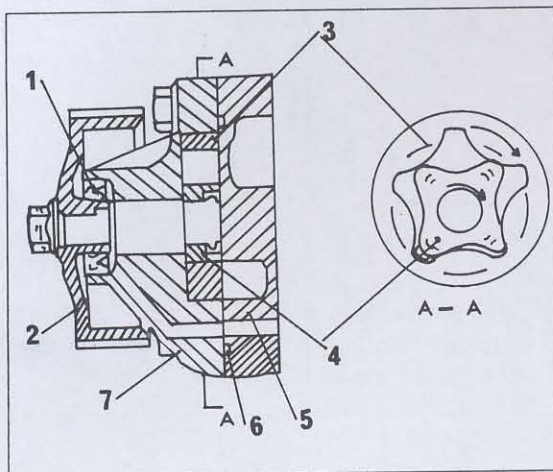

Bild 145
- Den inneren Läufer in den äusseren Läufer einsetzen, und mit einer Blattfühlerlehre das Spiel zwischen den Läufer Spitzen ausmessen. Die Läufer müssen dazu in der in Bild 145 gezeigten Lage stehen. Falls der Spalt mehr als 0,12 mm beträgt, muss der Läufersatz erneuert werden.